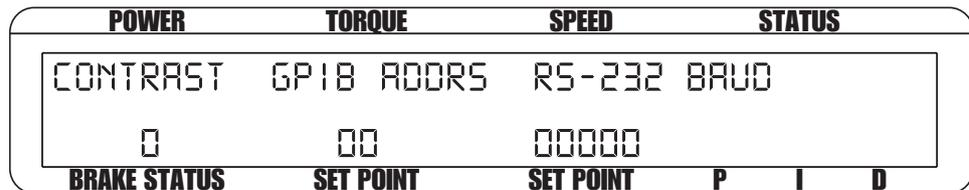

Bild 8-2 Anzeige des Com Setup-Menüs
2. Danach auf die COM SETUP-Taste drücken. Das mit *Bild 8-2* illustrierte Menü wird angezeigt.